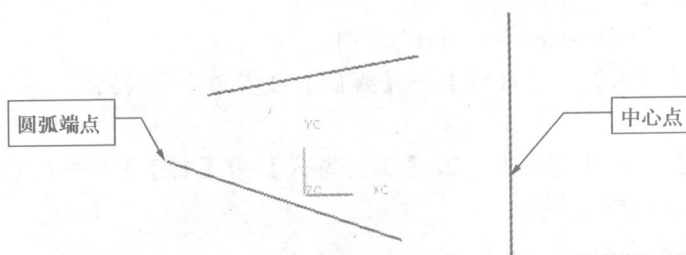
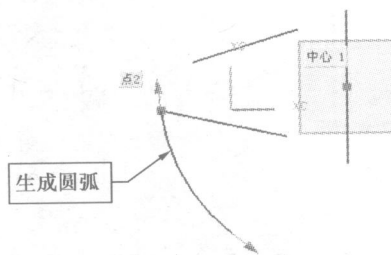

图 1-19 打开文件示意图
图 1-20 生成圆弧示意图
(2) 基于中心的圆弧
- 打开随书光盘“01/yuanhu2.prt”文件，如图 1-19 所示。
- 单击图 1-19 所示的【中心点】，再单击【圆弧端点】，系统生成如图 1-20 所示的圆弧。